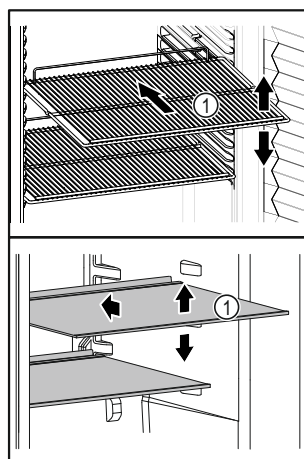

Fig. 65 Immagine a titolo di esempio
- ❑ Se i ripiani Fig. 65 (1) sono spostati, adattare i ripiani in base all'altezza.